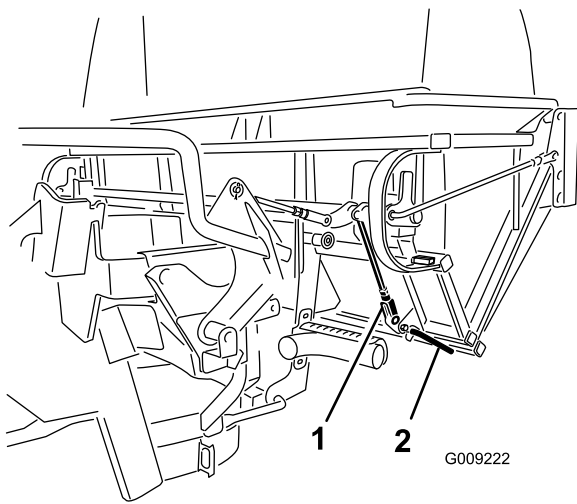

Figure 49
4. Asegúrese de que los cierres se enganchan completamente y que tocan la varilla de cierre que está soldada a la puerta (Figure 49).